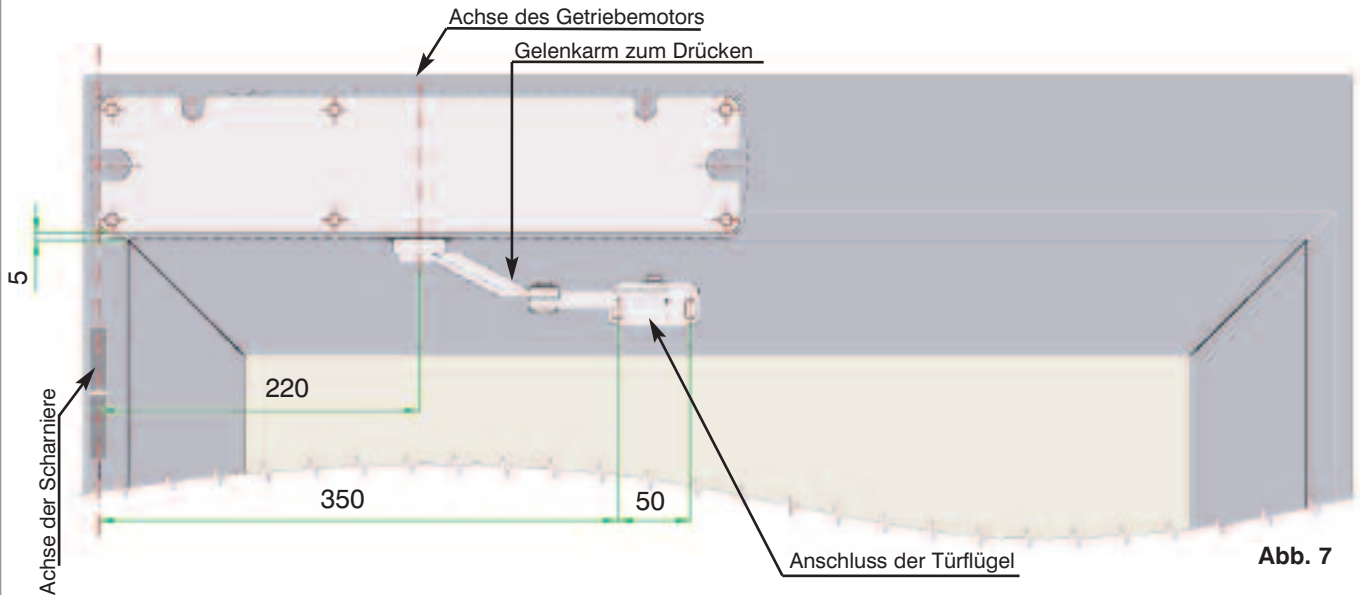

Abb. 7
**⚠️ ACHTUNG:** Für eine richtige Positionierung verwenden Sie immer als wichtigsten Bezug die Achsen der Türflügelscharniere und die Achse für Betätigung des Getriebemotors, wie auf Abb. 7 gezeigt.
Sorgfältig prüfen, dass der obere Teil des Gelenkarms leicht unter dem Türrahmen dreht (Abb.7,8,9).
Die Tür an den in Abb. 7 angegebenen Höhen bohren und den Türflügelanschluss des Gelenkarms mit geeigneten Schrauben befestigen. Den Türflügel schließen, die Befestigungsschrauben in den Langlöchern für die Einstellung lockern, den ausziehbaren Teil des Arms verlängern und die exakte Geometrie in Abb. 12 herstellen. Die Einstellung festlegen, indem man die Befestigungsschrauben am ausziehbaren Teil des Arms so festzieht, dass die Bohrungen genutzt werden, die den meisten Abstand untereinander haben.